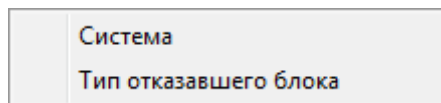

Рис. 26-33 – Контекстное меню
4) Если у компонента установлен флаг «Основная система», то откроется контекстное меню, в котором необходимо выбрать пункт «Тип отказавшего блока» для установления связи с этим компонентом как компонентом (рис. 26-33).
5) Если у компонента установлен флаг «Основная система», то откроется контекстное меню, в котором необходимо выбрать пункт «Тип отказавшего блока» для установления связи с этим компонентом как компонентом (рис. 26-33).